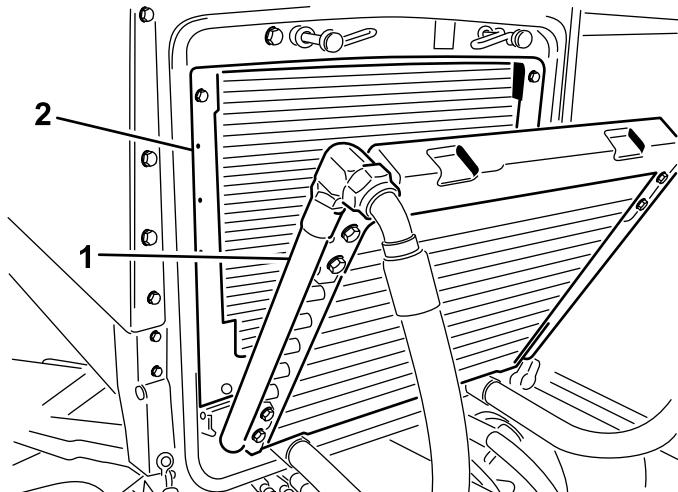

Bild 51
3. Kippen Sie den Ölkühler nach hinten. Reinigen Sie beide Seiten des Ölkühler- und des Wasserkühlerbereichs (Bild 51) gründlich mit Druckluft. Blasen Sie Rückstände von vorne nach hinten heraus. Reinigen Sie dann von hinten